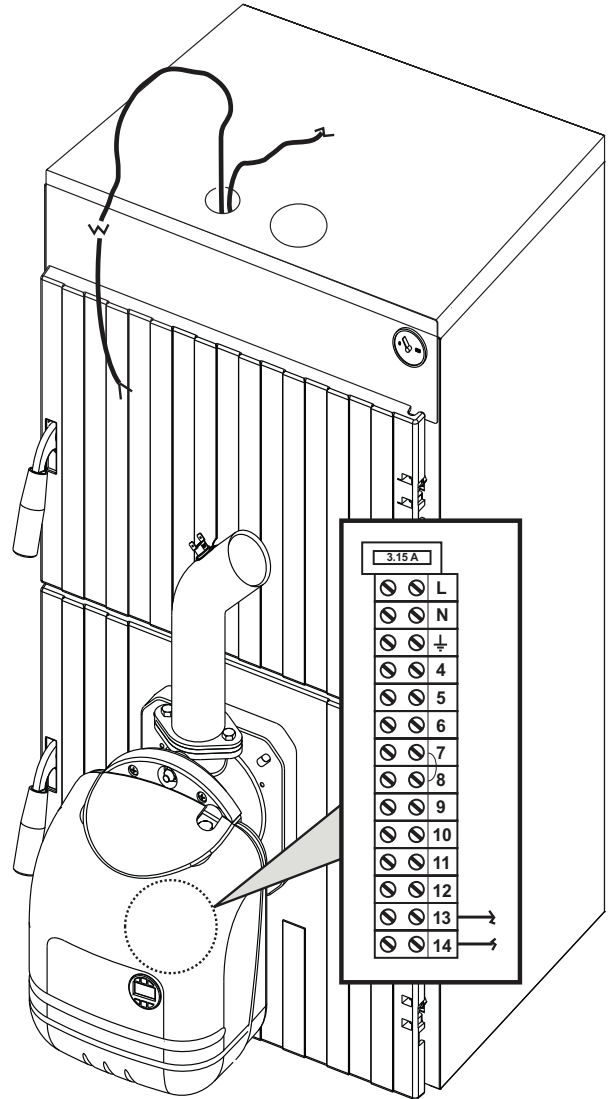

рис. 11
- Установите крышку котла и пропустите кабель из отверстия, как показано на рис. 11.